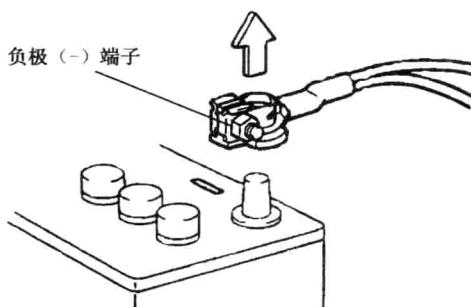

图 1.2.10
- (1) 在进行电气工作之前，首先要断开蓄电池负极端子电缆，以防止短路而造成燃烧事故，如图 1.2.10 所示。
- (2) 在进行端子电缆的断开和安装时，将点火开关和照明开关扭至“OFF”位置，并将端子螺母完全拧松。在进行这些操作时，不要扭曲或撬动端子。
- (3) 当拆下蓄电池端子时，所有时钟、收音机和 DTC 等设备的存储都将被清除。在拆卸前要进行检查和记录。